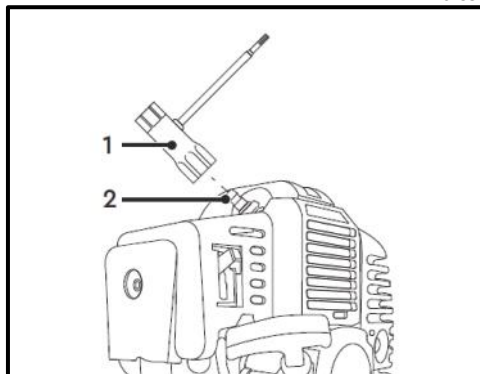

Рис. 36
- Ключем (1) (19 мм) викрутіть свічку запалювання (2) (Рис. 36);
- Після обслуговування свічки запалювання (2) встановіть її у відповідний отвір двигуна кущоріза та затягніть свічку ключем (1) (19 мм) (Рис. 36).